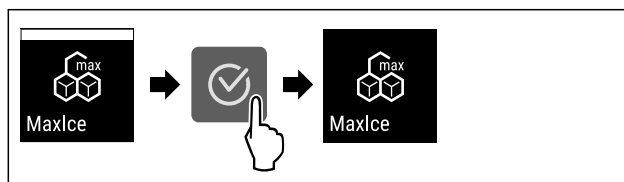

Fig. 23
- ▶ Wykonać czynności (patrz Fig. 23).